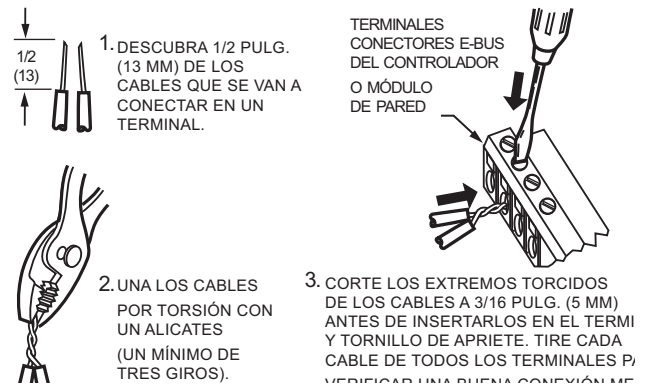

Fig. 5. Conexión de dos cables (20 a 22 AWG) a terminales de módulos de pared.
2. Si se van a insertar dos o más cables (sólo 20 a 22 AWG) en un terminal, tuérzalos antes de insertarlos. Consulte la Fig. 5.